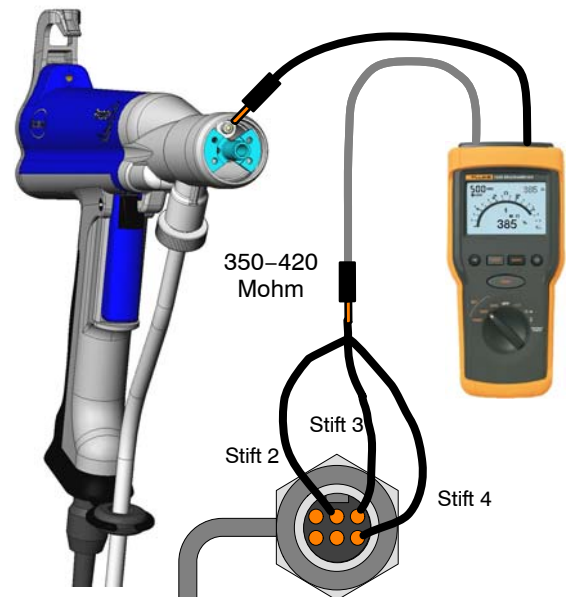

Bild 12 Mätning från kabeländen till kontaktstiftet
1. Se bild 12. Tag av munstycket.